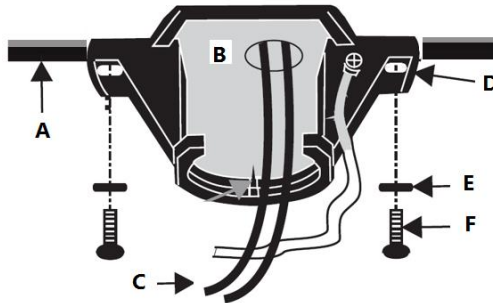

Fig. 6
Pase los cables de corriente y el cable de toma a tierra (C) de la caja eléctrica del techo (B) por el centro del soporte mural del techo (D). Instale el soporte mural del techo (D) en la caja eléctrica (B) con los tornillos de montaje (F) incluidos con la caja eléctrica y las arandelas (E) incluidas con el ventilador. **Fig. 6**